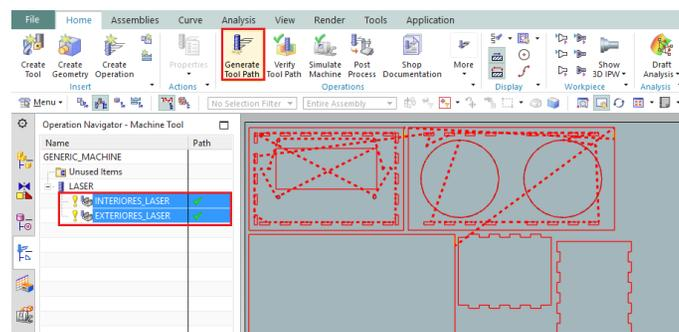

Figura 3.41 Pestaña Home, función Generate Tool Path
- En **Operation Navigator** seleccionar las dos operaciones que se han creado(usar tecla CTRL y dar click en la operación), después ir a la **ribbon bar** seleccionar **Generate Tool Path** (Figura 3.41).